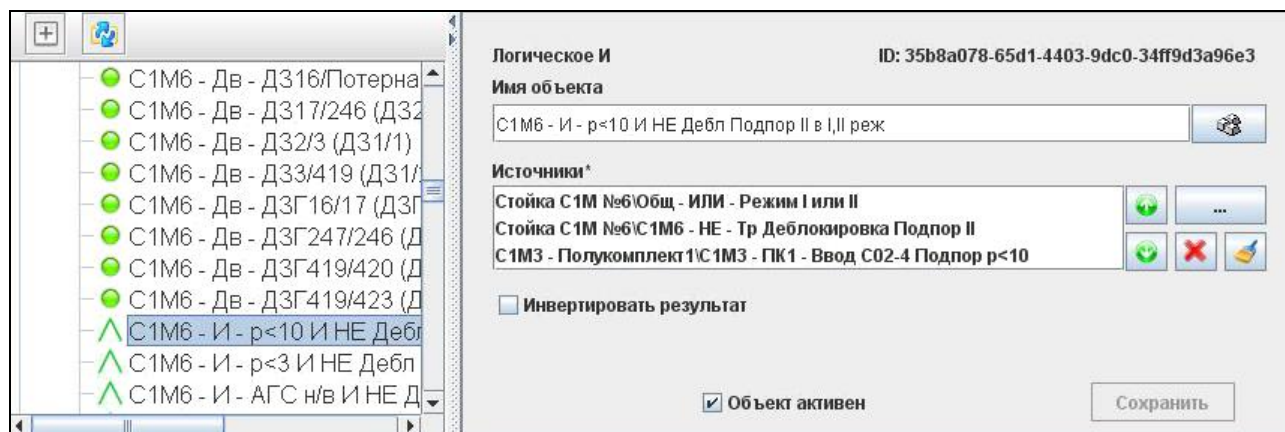

Рисунок 33 — Управление параметрами элемента «Логическое И»
3.10.41.1. Группа дискретных устройств, объединенных в логическое И (рис. 33). Дискретное устройство — это устройство, которое имеет состояние, принимающее значения «Включен» или «Выключен».